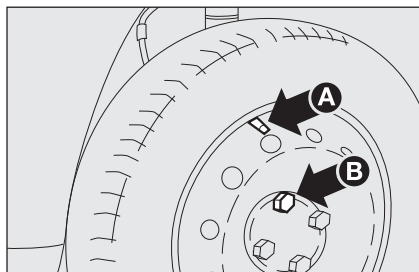

fig. 10
- monter la roue normale en introduisant 2 filets du premier boulon **B-fig. 10** dans le trou le plus proche à la valve de gonflage **A**;